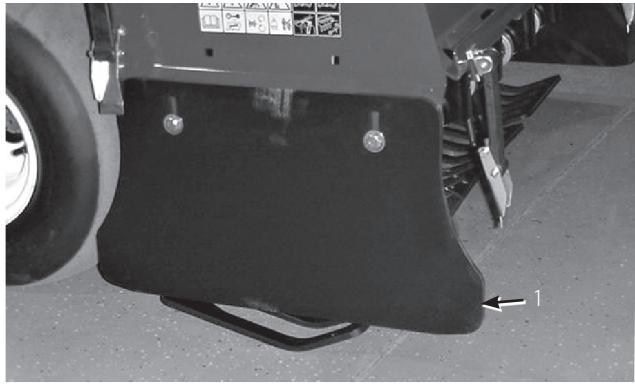

図 55
1. サイド・シールドをフレームに固定しているボルトとナットをゆるめる(図55)。